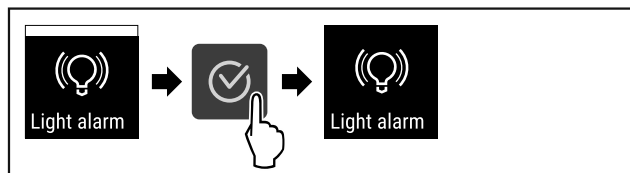

Fig. 98
- ▶ Eseguire i passi (vedere Fig. 98) .